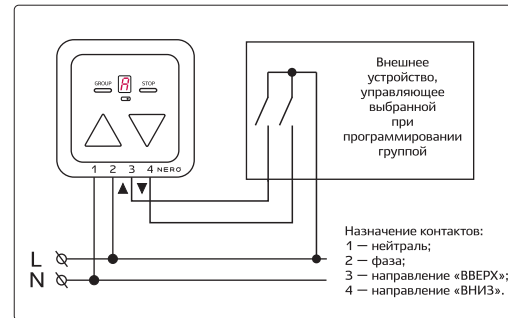

Рис. 1 — Подключение пульта к сети ~230 В и внешним устройствам управления
- подключить провода к клеммной колодке согласно схеме на рис. 1;